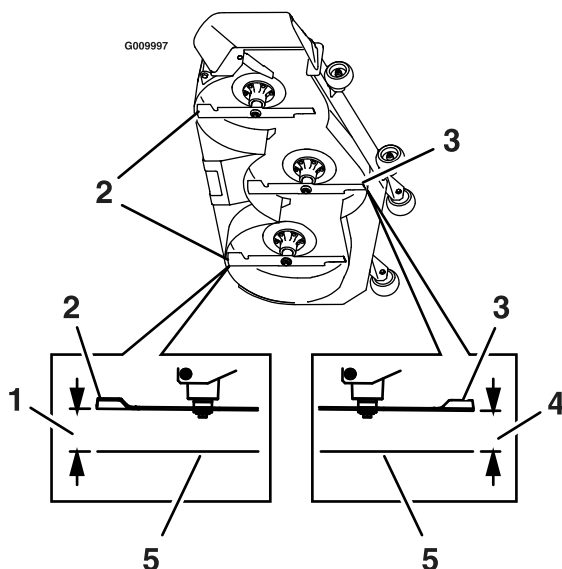

Рисунок 81
7. Виміряйте відстань від рівної поверхні до переднього кінчика центрального ножа (Рисунок 81).